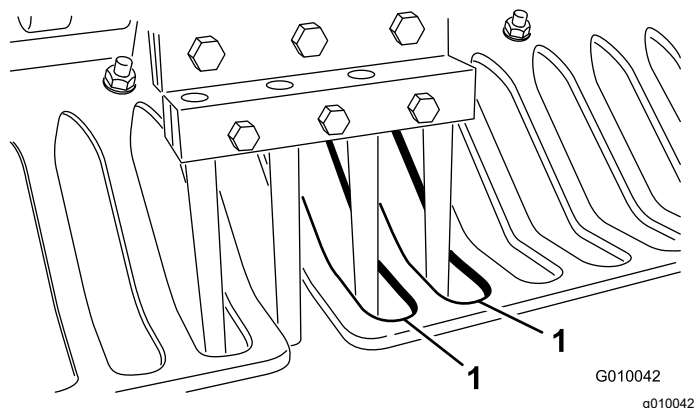

図 26
7. 全部のタインが、ターフガードの隙間の中心に整列していることを確認する 図 26。必要に応じてターフガードの位置を調整し、ナットで固定する。